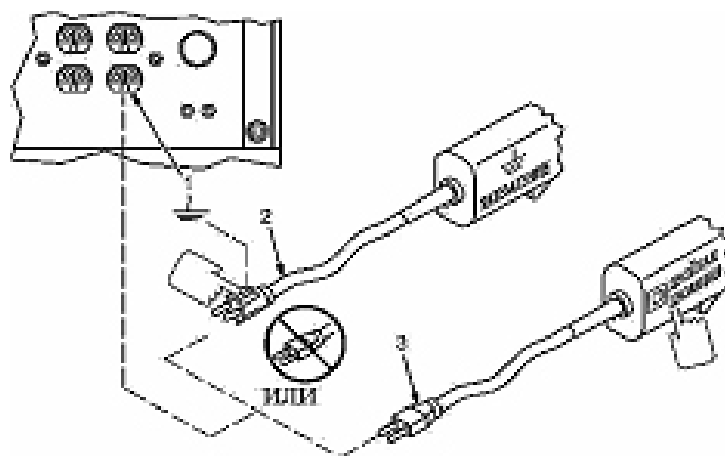

Рис.13
2. Электрическая сеть подключения потребителей относится к системе с изолированной нейтралью (IT), предусматривающей защитное заземление открытых электропроводящих частей корпуса.
5. Подключаемые потребители должны иметь (рис. 13):